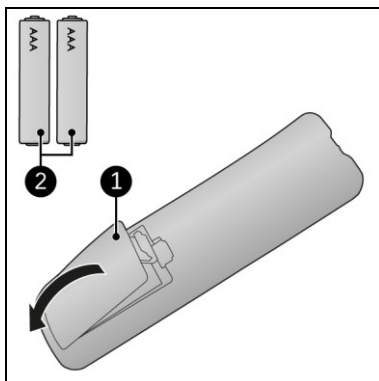

Abbildung 12
1. Entfernen Sie die Abdeckung (Abbildung 12, Pos. 1).
3. Legen Sie zwei Batterien (AAA 1,5 V) (Abbildung 12, Pos. 2) wie im Batteriefach angegeben ein. Stellen Sie sicher, dass die Batterien richtig eingelegt sind.
5. Entfernen Sie die Batterien aus der Fernbedienung (Abbildung 12).